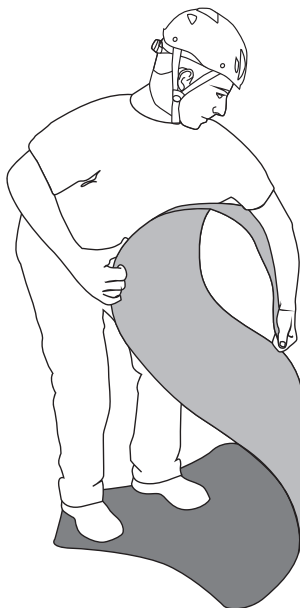

Fig.5
- a) Togliere il telo “**ROLLY**” dalla sacca di trasporto (O) e rimuovere la fettuccia con cricchetto (N),
- b) distendere il piano d'appoggio (A) e renderlo piatto riavvolgendo al contrario le estremità e piegando la parte centrale (fig. 5),